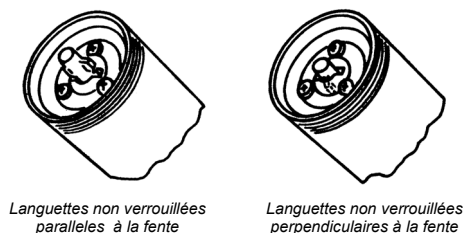

Figure 4
1) «Verrouiller» le poussoir à la tige du poussoir (voir Fig 4).
1) Verrouiller la tige du poussoir au poussoir (voir fig. 4)